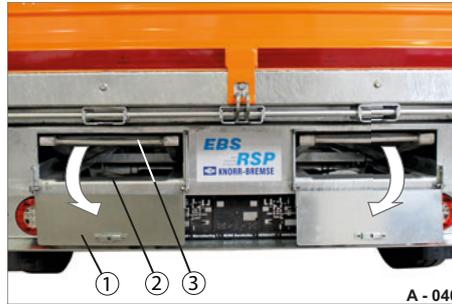

Abb. 50 Auffahrbohlen-Schächte, OFFEN
► Schwenken Sie die Klappen (Abb. 50/1) der Auffahrbohlen-Schächte (Abb. 50/2) ab.
► Greifen Sie am Griff (Abb. 51/1) und ziehen Sie beide Auffahrbohlen (Abb. 50/2) etwas heraus.